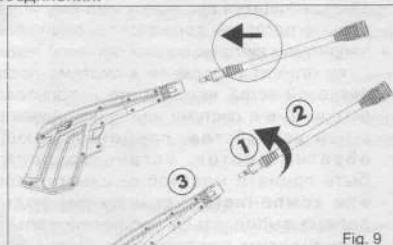

Fig. 9
**СБОРКА ШТАНГИ ДЛЯ ПИСТОЛЕТА МОЙЩИКА (см. рисунок 9.)**
- Установка штанги для пистолета мойщика под давлением. Плотно вставьте охватываемый конец байонетного разъема (1) штанги в охватывающий конец (3). Затем прижмите штангу к пистолету и поворачивайте по часовой стрелке (2) до фиксации, чтобы обеспечить герметичность соединения.